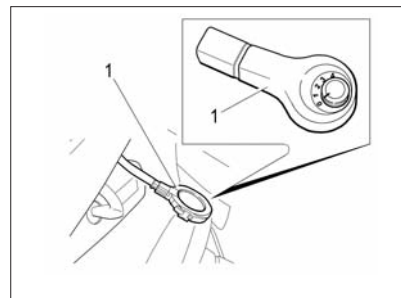

Рис. 35. Датчик дождя и освещенности
Для включения системы очистки необходимо переключатель чувствительности датчика дождя 1 (см. рис. 35), расположенный за зеркалом заднего вида в накладке датчика перевести из положения **0** в любое другое положение от **1** до **4\***, а рычаг переключателя стеклоочистителей перевести в положение **III** (прерывистый режим работы). При этом щетки очистителя делают один ход, после чего будут включаться или выключаться в зависимости от количества капель дождя,
*В варианном исполнении* автомобили оснащаются совмещенным датчиком дождя и освещенности, который расположен на ветровом стекле за зеркалом заднего вида (рис. 35).